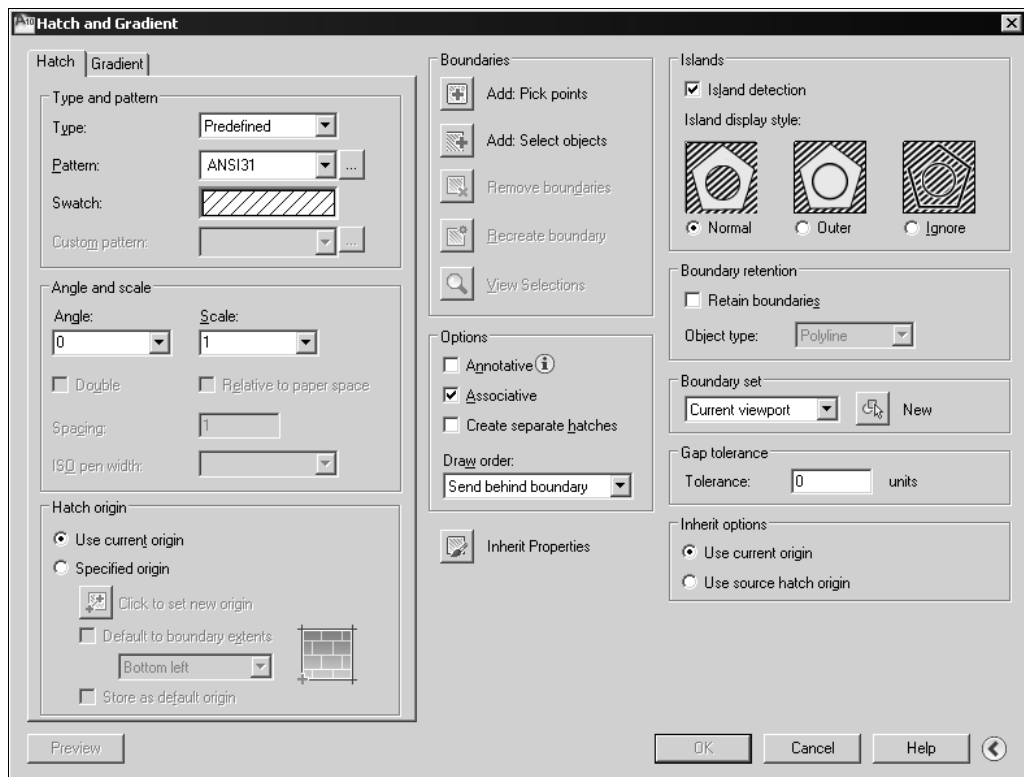

Рис. 10.1. Диалоговое окно настройки штриховки по контуру на вкладке **Hatch**
Для штрихования или сплошной заливки замкнутых областей рисунка используется команда **HATCH** (ШТРИХ). Она вызывает диалоговое окно **Hatch and Gradient** (Штриховка и градиент) с двумя вкладками (рис. 10.1): **Hatch** (Штриховка) и **Gradient** (Градиент).
2. Вызовите диалоговое окно **Hatch and Gradient** (Штриховка и градиент) (см. рис. 10.1) командой **HATCH** (ШТРИХ).
В диалоговом окне **Hatch and Gradient** (Штриховка и градиент) (см. рис. 10.1) для указания внутренней точки контура можно выбрать объекты, ограничивающие его. Для этого необходимо щелкнуть мышью на кнопке  **Add: Select objects** (Добавить: выбрать объекты) и после временного выхода программы в графическую зону выбрать объекты, которые необходимо заштриховать.
4. Вызовите диалоговое окно **Hatch and Gradient** (Штриховка и градиент) (см. рис. 10.1) командой **HATCH** (ШТРИХ) (см. рис. 10.1).